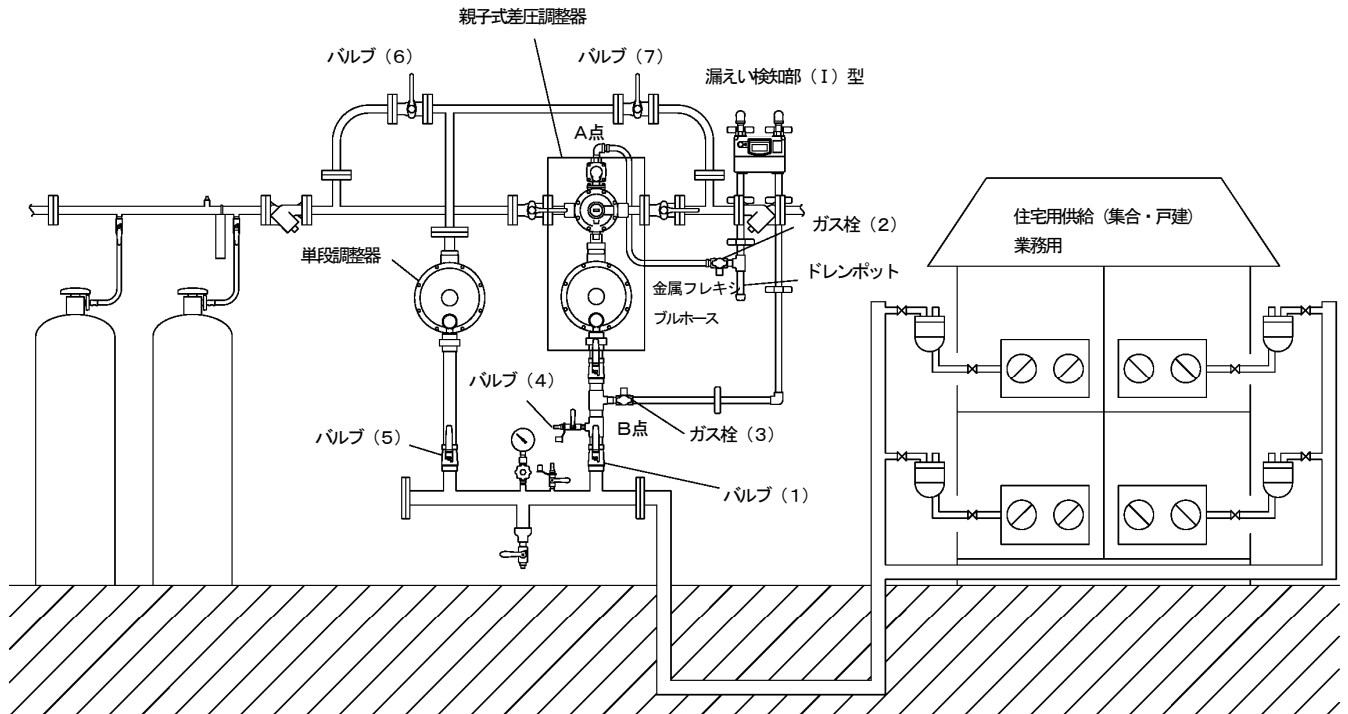

図5
- ・ 弊社では、図5の設置例図に基づく供給設備工事を簡単に効率良く行うための「集合管ユニット」をご提供しておりますのでご活用ください。
- ②漏えい検知部は必ず子調整器の低圧配管に取付けてください。(図5の設置例図をご覧ください。)
- ①親子式差圧調整器や漏えい検知部を配管に接続するときは、ガス入口とガス出口を間違えないようにしてください。装置が正常に作動しなくなります。
- ②配管に無理な力が加わらないようにしてください。
- ③親子式差圧調整器や漏えい検知部を接続する配管内に切粉・水・ゴミ等の異物が無いことを確認した後に、取付け作業を行ってください。装置の誤作動やガス漏れの原因となります。
- ④子調整器の出口から合流部までの配管は、管サイズ1/2B(15A)とし、長さを10m以内としてください。(図5の設置例図をご覧ください。)
- ⑤漏えい検知部の入口側配管の下端には、付属のドレンポットを取付けてください。
- ⑥図5の設置例図内の、ガス栓(2)、(3)の位置を参考にして付属の検査孔付ねじガス栓を取付けてください。
- ⑦設置例図を参考にして、バルブ(別売)を取付けてください。
- ⑧バイパスラインは供給設備の定期点検、機器の取替え等に必要ですので必ず設置してください。